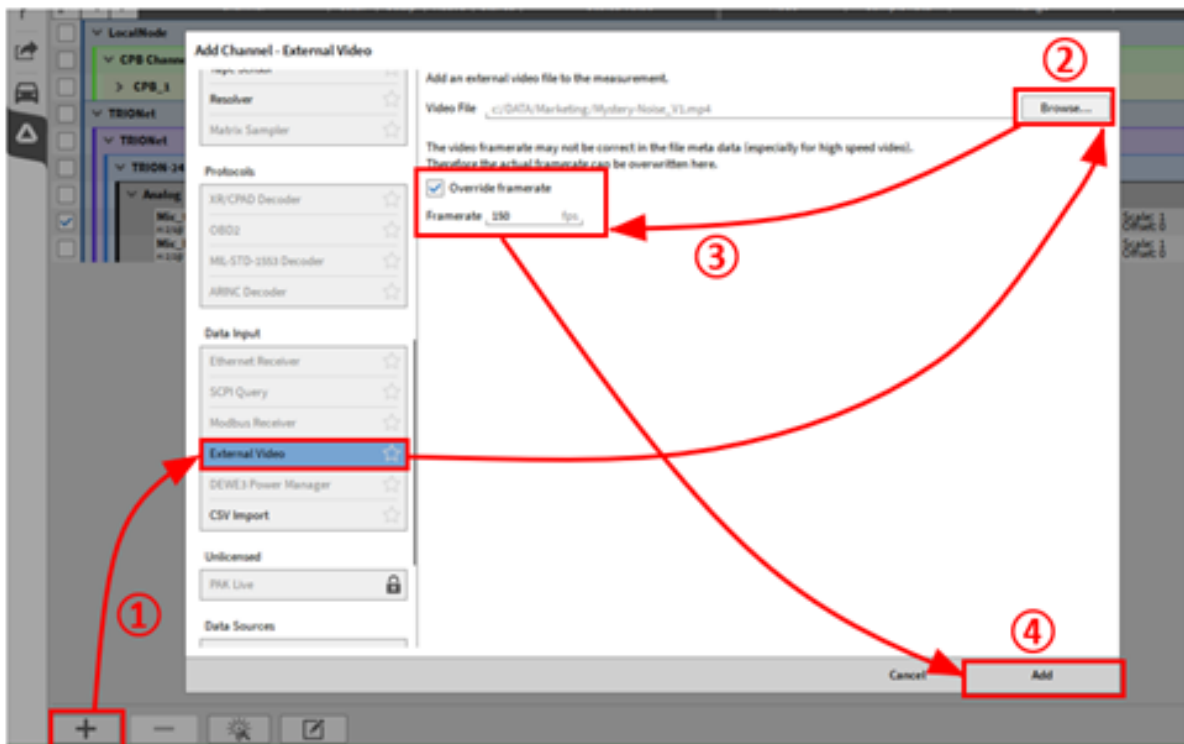

Abb. 7.154: Verfahren zum Laden eines externen Videos
- Gehen Sie zur Kanalliste, drücken Sie die +-Taste und wählen Sie *Externes Video* (siehe ① in Abb. 7.154)
- Klicken Sie auf *Durchsuchen...*, um die Videodatei auszuwählen (siehe ② in Abb. 7.154)
- Geben Sie die native Aufnahmebildrate des Videos ein (siehe ③ in Abb. 7.154)
- Drücken Sie Hinzufügen, um einen neuen Videokanal zu (siehe ④ in Abb. 7.154)